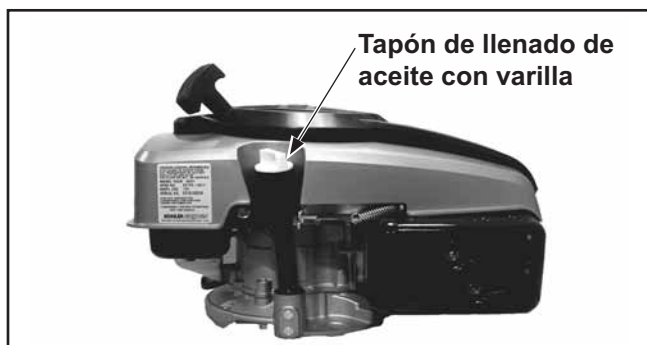

Figura 13. Tapón de llenado de aceite con varilla.
3. Afloje y saque el tapón de llenado con varilla de nivel; limpie el exceso de aceite. Vuelva a introducir la varilla en el tubo y apoye el tapón de llenado en el tubo. **NO** atornille el tapón al tubo. Ver Figura 13.